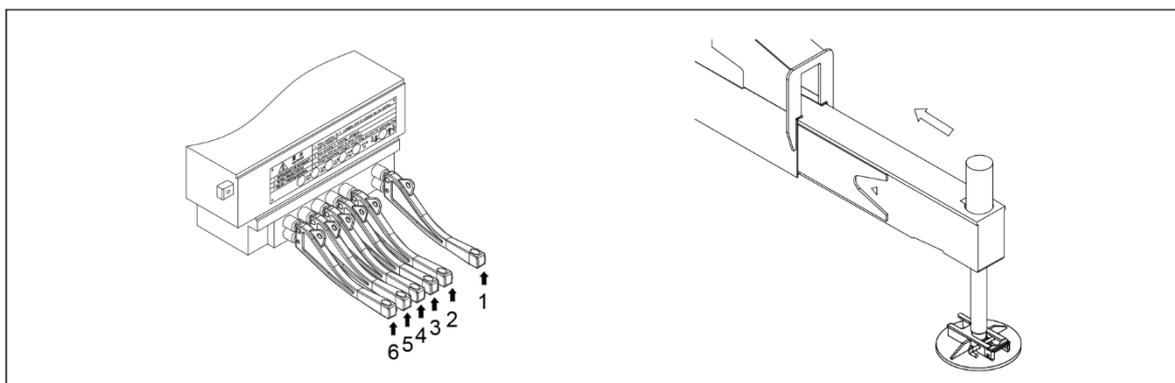

Figura 4-25 Recolhendo o cilindro horizontal
- 3) Mova a alavanca 1 para cima, para retrainr as vigas deslizantes completamente. Consulte a figura 4-25.